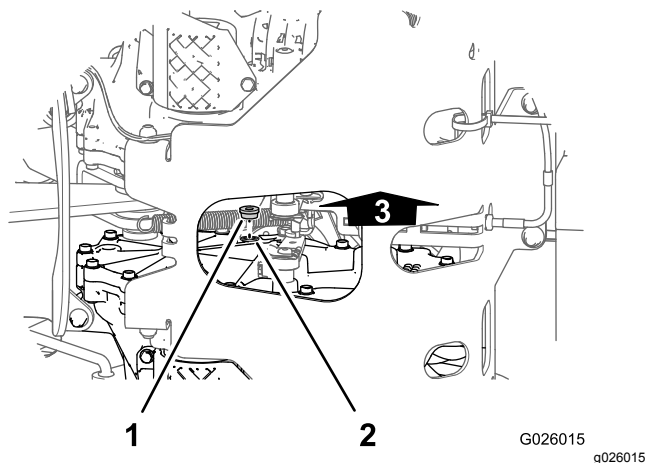
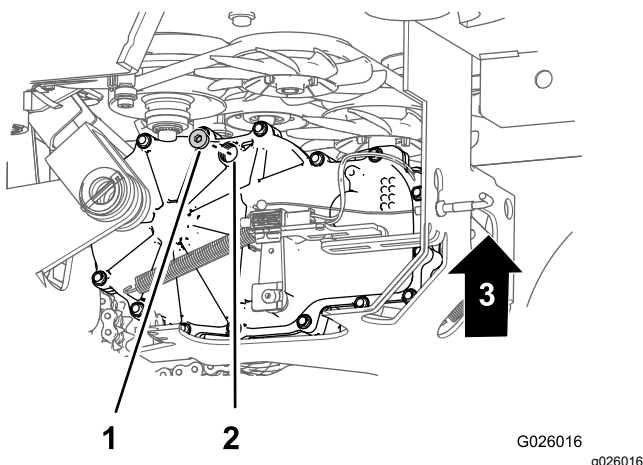

Figure 66
Figure 67
2. Placez un bac de vidange sous les bouchons de contrôle des transmissions (Figure 66 et Figure 67).
3. Sur le côté intérieur de la transmission, près du sommet, enlevez le bouchon de contrôle de l'une des transmissions (Figure 66 et Figure 67).